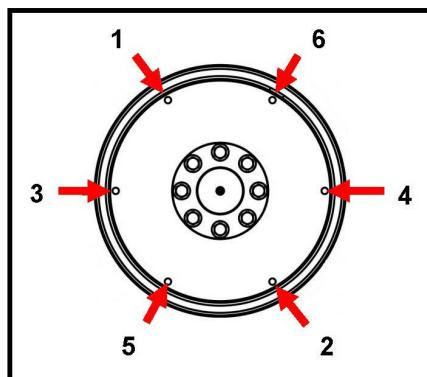

FIGURA 22. SEQUÊNCIA DE FIXAÇÃO
10. Aperte os parafusos para fixar o disco de acoplamento ao volante do motor, de acordo com a sequência ilustrada em Figura 22 na página 41.